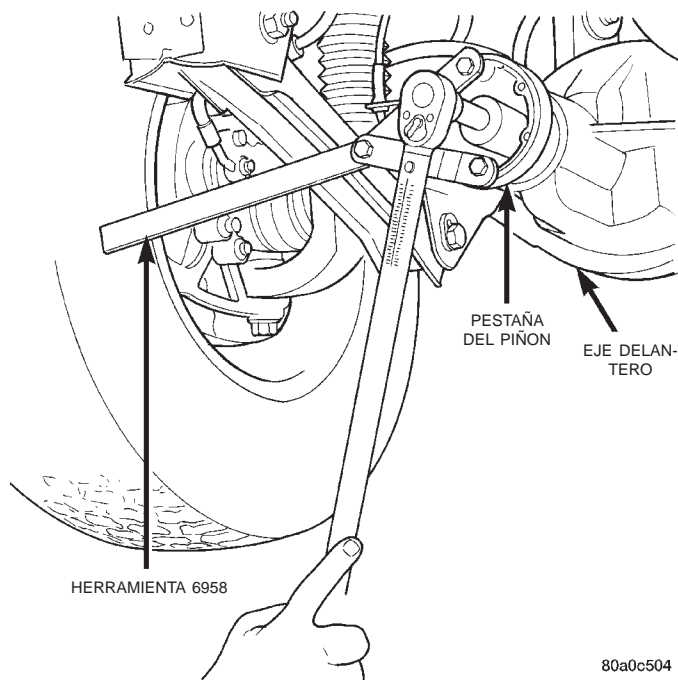

Fig. 46 Ajuste de la tuerca del piñón
(10) Con la herramienta de sujeción 6958 y un trozo pequeño de tubo de 25 mm (1 pulg.) y una llave de tensión fijada en 352 N·m (260 lbs. pie), aplaste el separador plegable hasta eliminar el juego longitudinal del cojinete (Fig. 46).